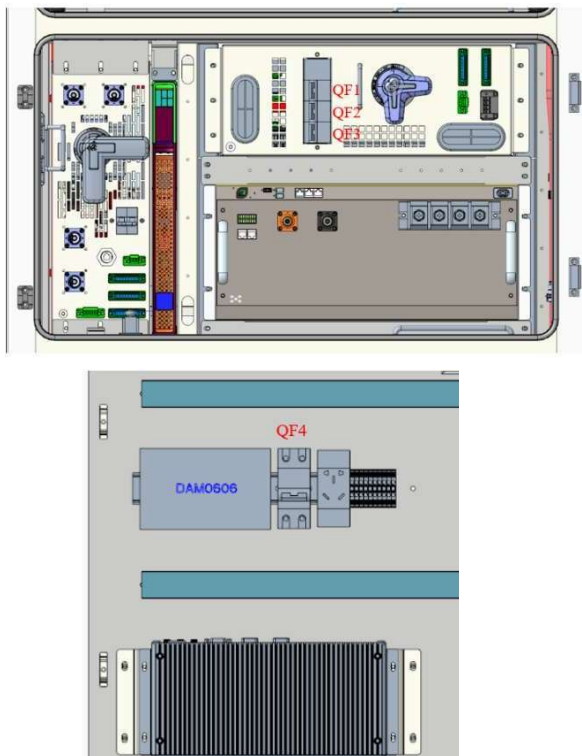

Figura 6-1 QF1\QF2\QF3\QF4
6. Desconecte manualmente los disyuntores miniatura QF1\QF2\QF3\QF4, tal y como se muestra en la Figura 6-1.